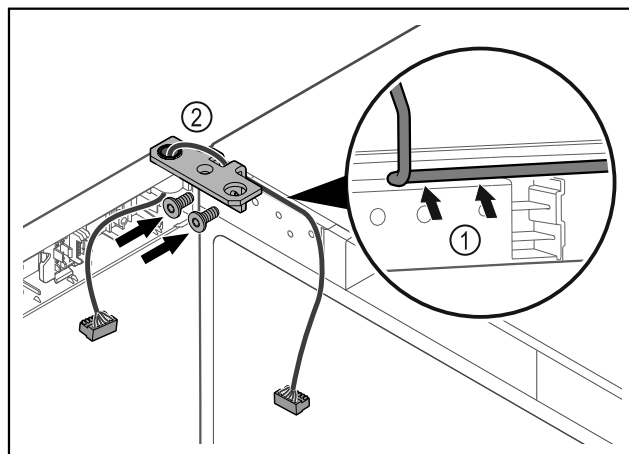

Fig. 41
- ▶ Prevlečte kábel cez vybrané uholníka závesu a opatrne ho položte Fig. 41 (1).
- ▶ Naskrutkujte uholník závesu Fig. 41 (2).